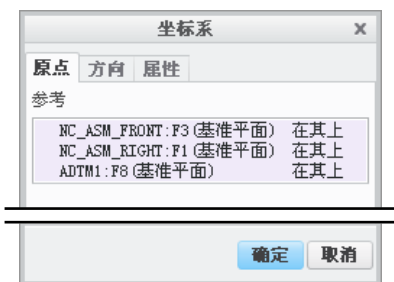
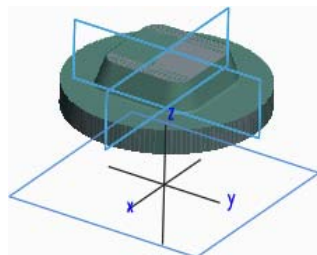

图 7.4.8 “坐标系”对话框
图 7.4.9 创建坐标系
Step7. 设置机床坐标系。在“操作”操控板单击 按钮，在弹出的菜单中选择 命令，系统弹出图 7.4.8 所示的“坐标系”对话框。按住 Ctrl 键依次选择基准平面 NC_ASM_FRONT、NC_ASM_RIGHT 和 ADTM1 作为创建坐标系的三个参考平面，单击 按钮完成坐标系的创建，如图 7.4.9 所示。单击 按钮，此时系统自动选择了新创建的坐标系 ACS0 作为加工坐标系。